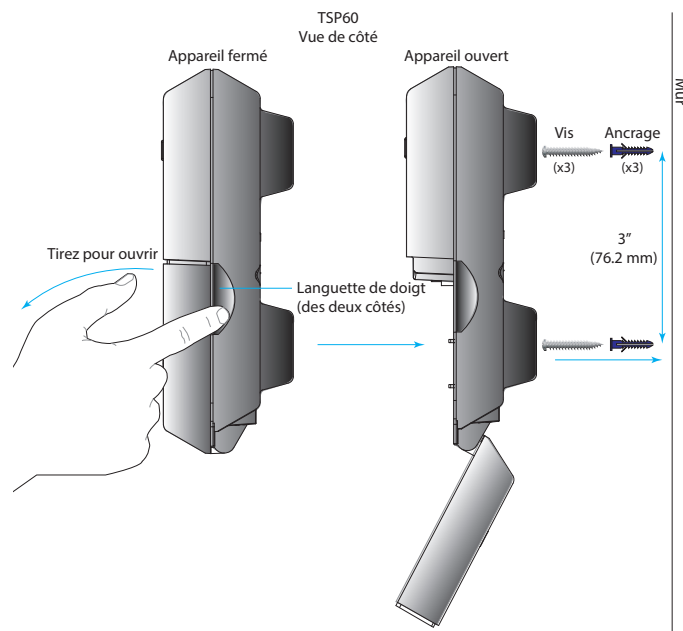

Fig. 2.1
- 10** Montez le TSP60 par les trois trous de montage situés à l'arrière de l'appareil. Les deux trous inférieurs sont accessibles en ouvrant le couvercle avant inférieur du boîtier. Le loquet est magnétique, et des languettes vous permettent de saisir le bord du couvercle des deux côtés. Tirez sur le boîtier pour l'ouvrir (voir Fig. 2.1).